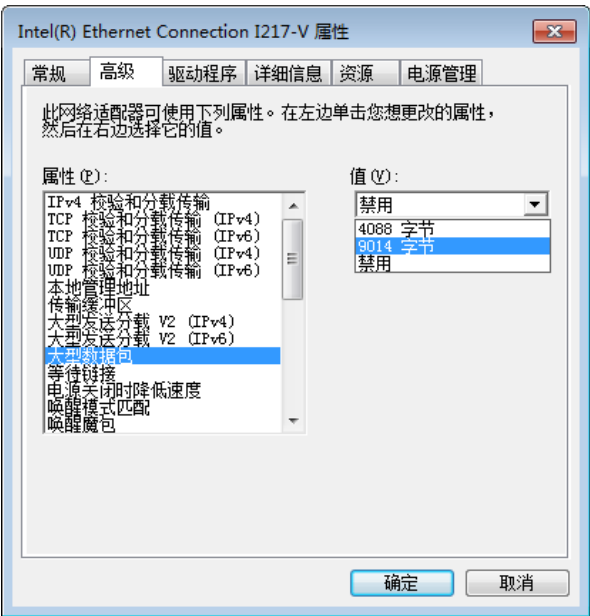

图2-9 网卡属性配置
2. 在控制面板中，选择 “硬件和声音” > “设备管理器” > “网络适配器”，选中对应的网卡，打开属性中的高级菜单，将本地网卡大型数据帧设置为最大值 9014 字节，如图 2-9 所示。